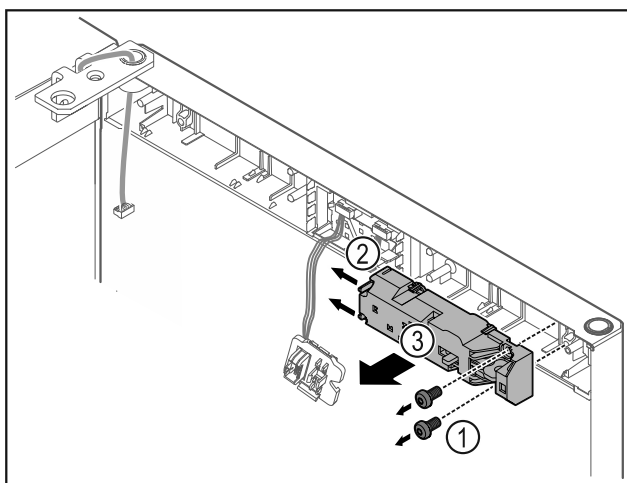

Fig. 20
- ▶ Отстранете винтовете Fig. 20 (1).
- ▶ Натиснете фиксиращия палец Fig. 20 (2) настрани и свалете дистанционната ключалка Fig. 20 (3).